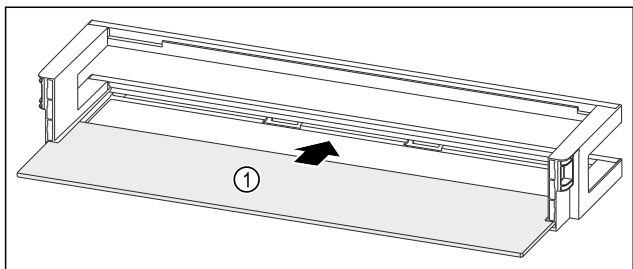

Fig. 119 Dveřní přihrádka s odkládací plochou
- ▶ Odkládací plochu Fig. 119 (1) zasuňte do bočních vybrání.